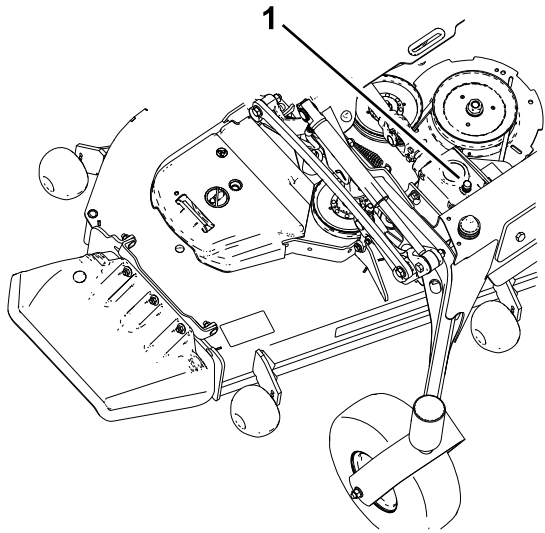

Figure 83
5. Retirez le bouchon de remplissage-jauge au sommet du boîtier d'engrenages et vérifiez que le niveau de lubrifiant se situe entre les repères sur la jauge (Figure 83).